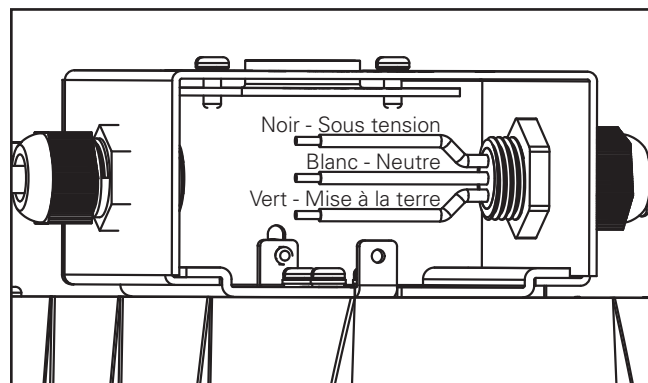

Figure 11.
7. Effectuez le câblage conformément au Code national de l'électricité. (Figure 11)